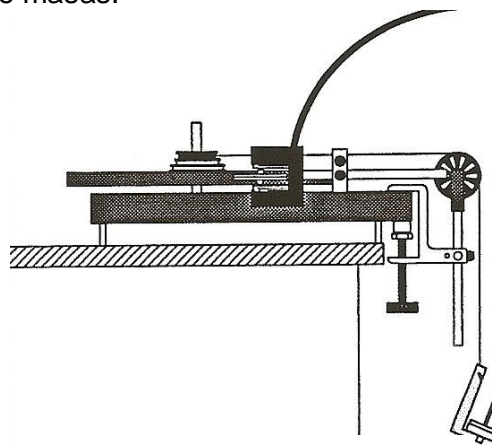

Figura 1. Instalación del Equipo.
1. Instale el aparato como se muestra en la Figura 1. Luego use el nivel de burbuja para nivelar el aparato.